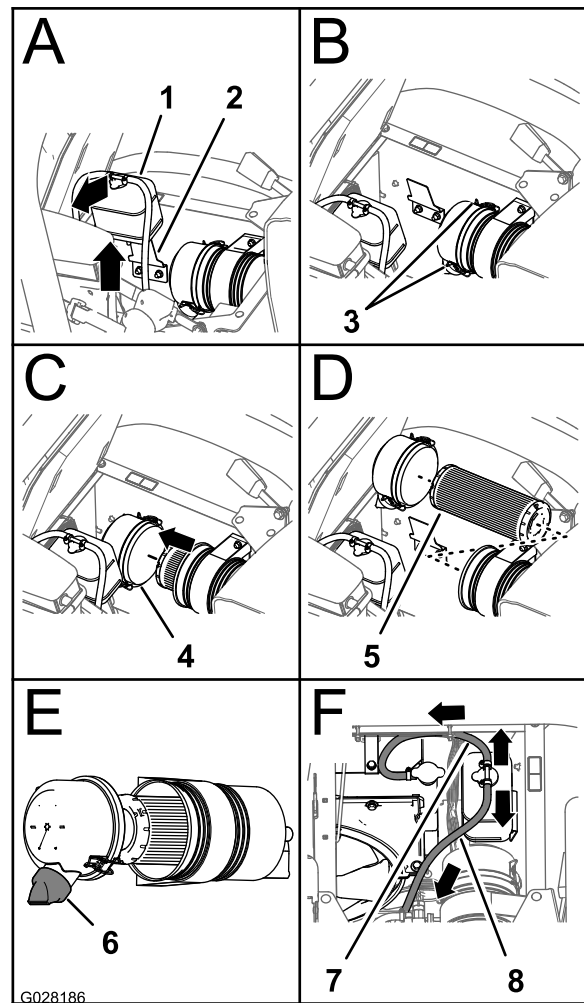

Figura 50
3. Levante el depósito de expansión del refrigerante y retírelo del soporte del depósito (Figura 50).
4. Abra los 2 enganches que sujetan el tapón guardapolvo a la carcasa del limpiador de aire (Figura 50).
6. Limpie el interior del tapón guardapolvo, la carcasa del limpiador de aire y la válvula de polvo con un trapo húmedo (Figura 49 y Figura 50).
7. Instale el elemento del filtro de aire en la carcasa del limpiador de aire (Figura 50).
8. Instale la tapa sobre el cuerpo del limpiador de aire y sujétela con los 2 enganches (Figura 50).
Nota: Asegúrese de que la válvula de polvo está en una posición entre las 5 y las 7, vista desde el extremo (Figura 50).
9. Alinee el depósito de expansión del refrigerante con el soporte del depósito y coloque el depósito firmemente (Figura 50).
Importante: Asegúrese de que la manguera de alivio de presión está enrutada hacia delante y hacia abajo, y que la manguera de ventilación está enrutada hacia atrás, según se muestra en Figura 50.